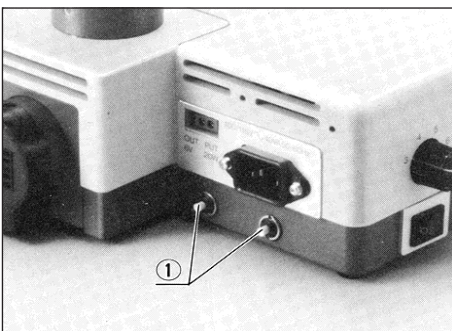

Abb. 26
- Fällt die Glühlampe aufgrund einer Schwankung der Eingangsspannung o.ä. aus, sind die Leistungsunterbrecher ① an der Rückseite des Beleuchtungssockels zu drücken (Abb. 26).